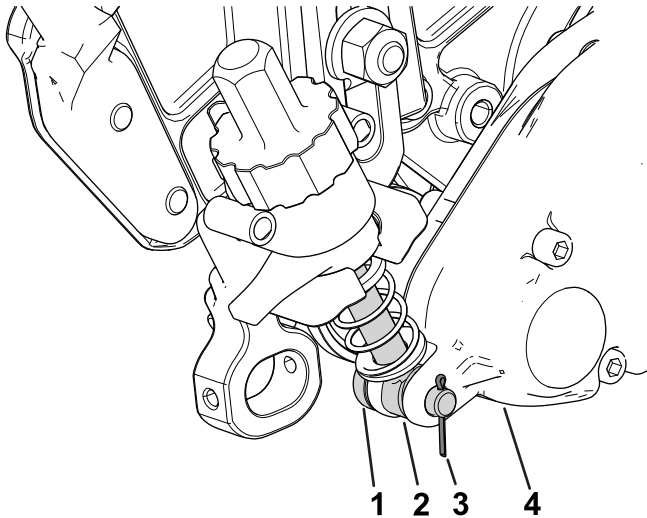

Figura 12
- Introduzca la varilla del conjunto de brazo de ajuste, situado cerca de la caja de transmisión del groomer, en el hueco de la caja de transmisión y sujételo con un pasador de ajuste y una chaveta (Figura 12).